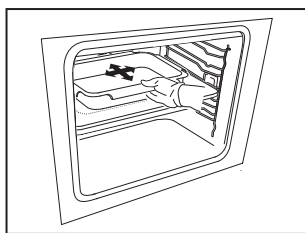

Fig. 5
2. Placez le récipient de cuisson au centre des repères figurant sur le verre (Fig. 5).